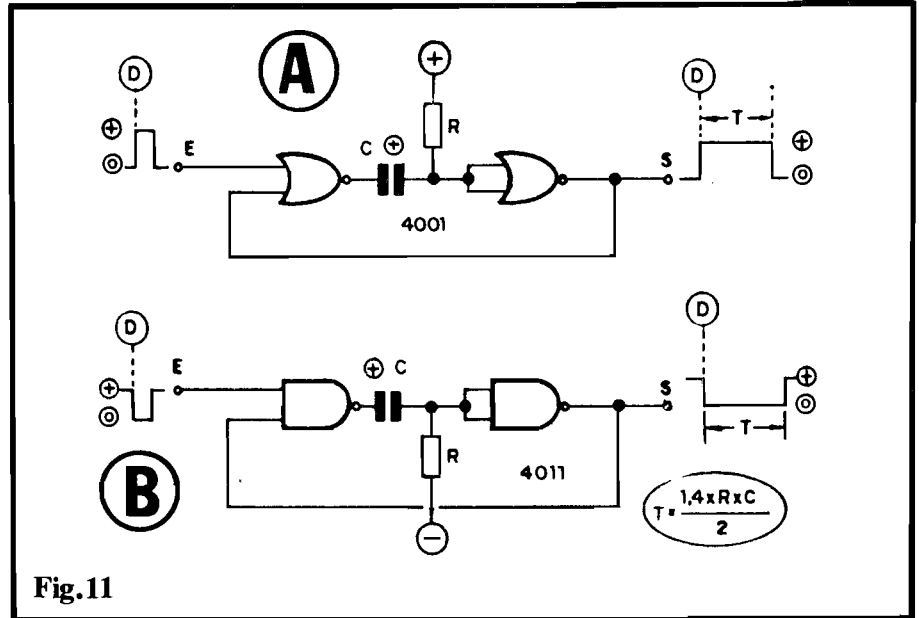

Fig.11
- FIG. 11 - MONO-ESTÁVEIS COM GATES C.MOS - As estruturas típicas de MONO-ESTÁVEIS, com gates C.MOS comuns, estão na figura, em seus dois diagramas básicos... Em 11-A com gates NOR de duas Entradas cada (metade de um 4001, por